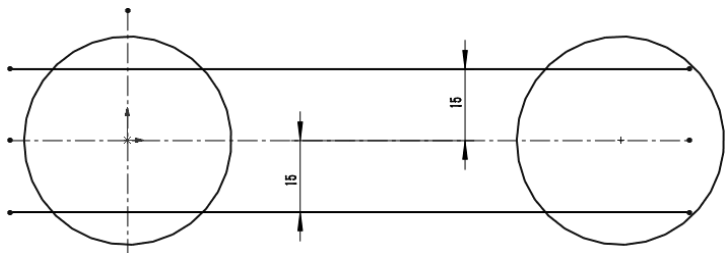

图 2-126 复制圆效果
STEP 5 单击“草图”工具栏“移动实体”>“复制实体”按钮, 选中刚绘制的圆作为要复制的实体，然后向右水平移动后单击，复制出一个圆，效果如图 2-126 所示。